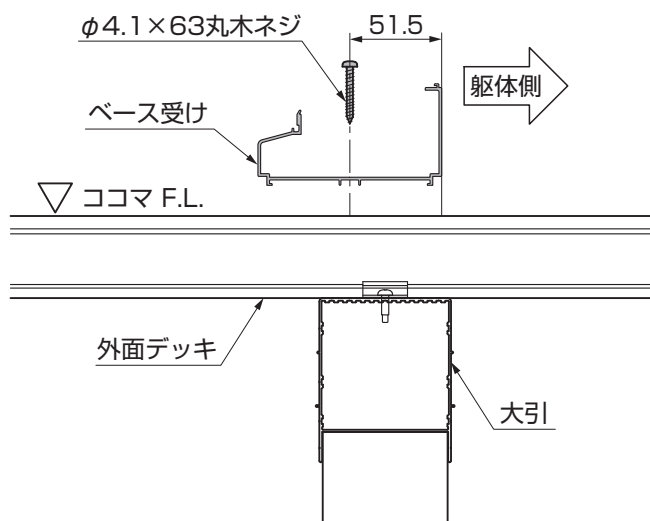

図2-2
①ベース受けを外面デッキに、「φ4.1×63丸木ネジ」で取付けてください。(図2-2参照)